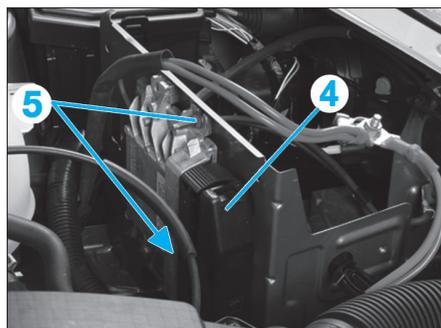
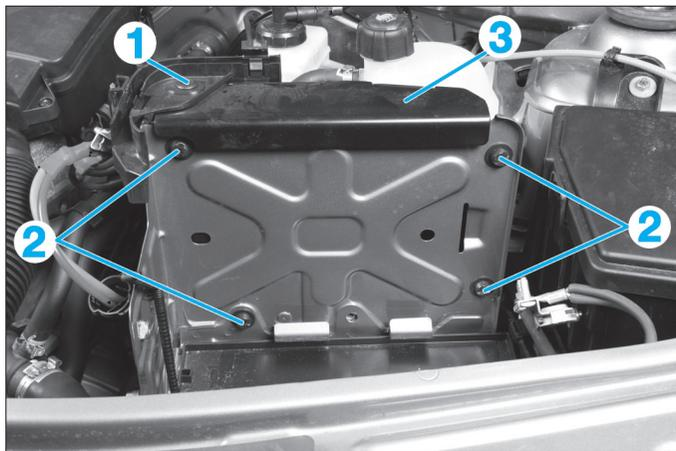

Fig. 44
Fig. 43
- la vis de fixation (1) du support de faisceau électrique,
- les vis de fixation (2) de la protection du calculateur (Fig.43),
- la protection (3) du calculateur.
- Débrancher le connecteur (4) du calculateur (Fig.44).
- les écrous de fixation (5) du calculateur d'injection,